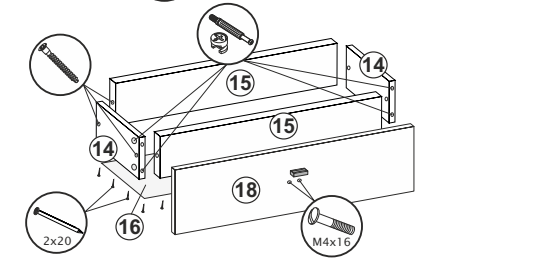

Рис.2
14. Соединить детали ящика (14,15) еврошурупами. Замерить диагонали получившегося ящика и прибить ХДФ (16) гвоздями 2x20 (рис.2).
15. К створке (18) прикрутить ручку винтами M4x16. Установить створку (18) на собранный ящик с помощью эксцентриков (рис.2).
16. Прикрутить ответные части направляющих по центру деталей ящика (14) шурупами 4x16(рис.2).